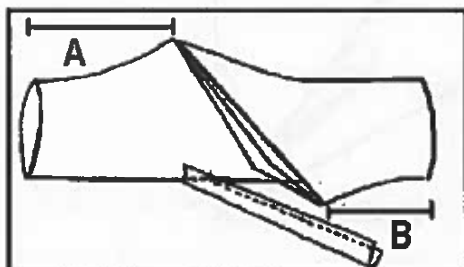

Figure 2
Le tube du TTED se positionne à une distance de 30 mailles en avant de la portion frontale de la grille (A) et de 30 mailles derrière la portion arrière de la grille (B). Figure 2